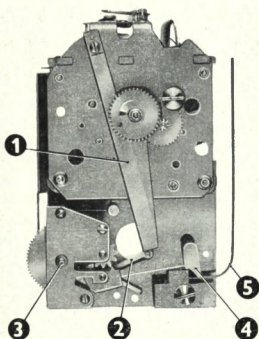

Fig. 40
La figure 40 représente le mouvement de face, plaque porte-mouvement enlevée. La partie mouvement fonctionne comme le calibre AN (voir Chapitre IX). Le ressort d'arrêt (1) libère ou verrouille le bras de marteau (2). La mise à l'heure de l'index se fait par le bouton de droite placé à l'avant du cadran.